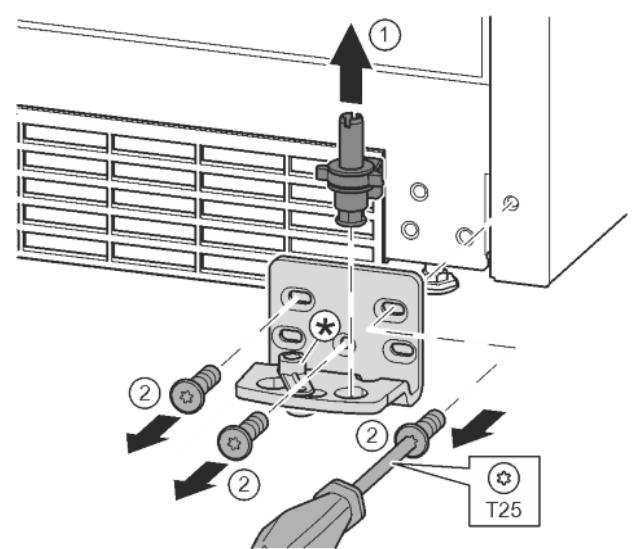

Fig. 16
- A teljes csapszeget felfelé húzza ki. Fig. 16 (1)
- A T25 csavarhúzóval tekerje ki a csavarokat, és vegye le a csapágybakot. Fig. 16 (2)